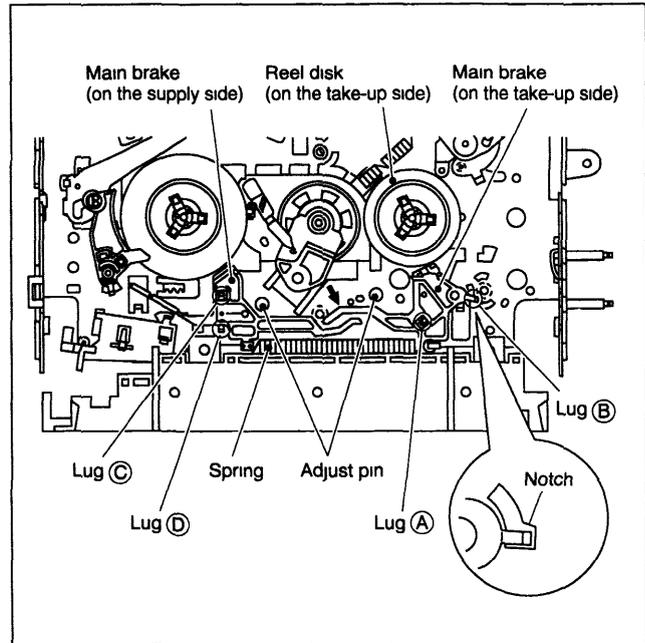

Fig. 2-2-33
- (1) Mova o freio (no lado take-up) como indicado pela seta e remova o carretel (no lado take-up)
- (2) Remova a mola (spring) do freio
- (3) Remova a trava Ⓐ do freio (no lado take-up) e puxe para fora a trava Ⓑ após alinhá-la com a fenda no chassis
- (4) Remova as travas (lug) Ⓒ e Ⓓ do freio (no lado supply) do chassis e remova-o (Veja Fig 2-2-33)